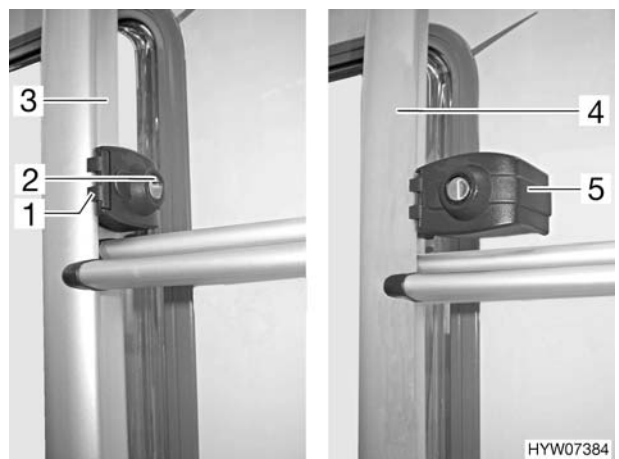

Fig. 1 Bloccaggio della scaletta del portapacchi
- Inserire la chiave nel cilindro della serratura (Fig. 1,2) del bloccaggio della scaletta del portapacchi (Fig. 1,1) e ruotarla un quarto di giro finché la chiave non si trova in posizione verticale.
- Tenere ferma la parte ribaltabile della scaletta del portapacchi (Fig. 1,4) e girare l'archetto di sicurezza (Fig. 1,5).
- Inserire la chiave del cilindro nella serratura (Fig. 1,2) del bloccaggio della scaletta del portapacchi (Fig. 1,1).
- Girare l'archetto di sicurezza (Fig. 1,5) verso l'interno intorno al tubo della parte fissa della scaletta del portapacchi (Fig. 1,3).